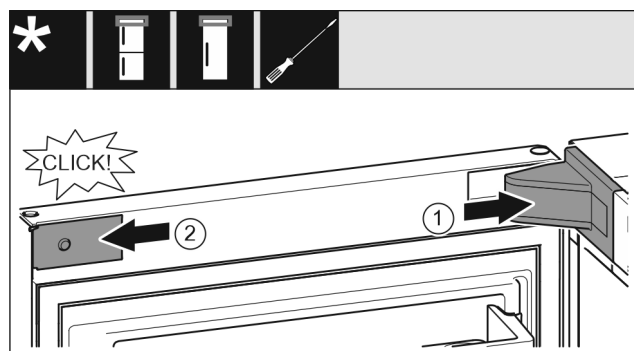

Fig. 22
- Mettre en place le cache du support de palier Fig. 22 (1) et l'enclencher. Au besoin, l'écartier avec précaution.
- Placer le cache Fig. 22 (2) sur le côté et l'enclencher.